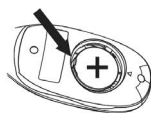

Figura 2
3. Utilice un instrumento no metálico, como un bolígrafo, para extraer la pila usada del portapilas (véase la figura 2). Deseche la batería de acuerdo con la legislación local.